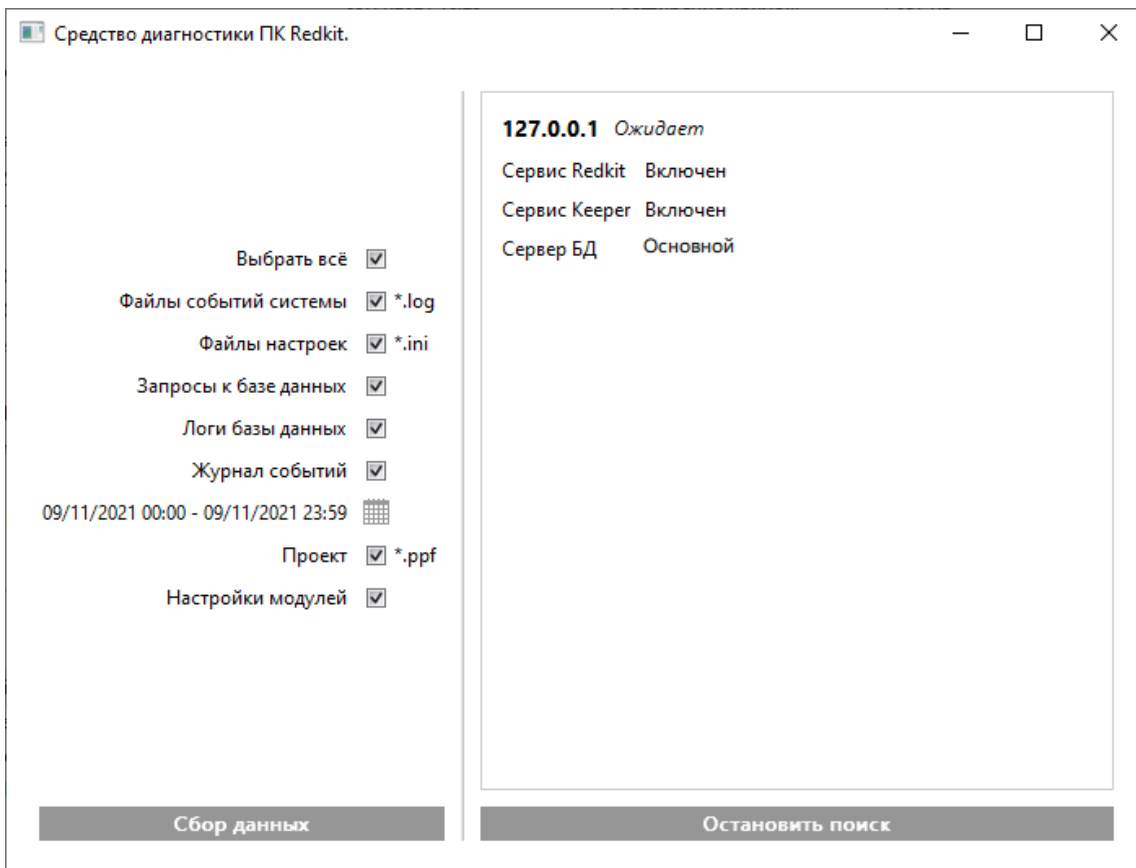

Рисунок 538 - Данные о подсети
4. Появится список найденных узлов Redkit с включенными сервисами диагностики в этой подсети (Рисунок 538). После отображения всех узлов нажмите **Остановить поиск**.